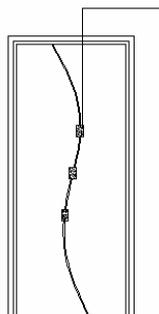
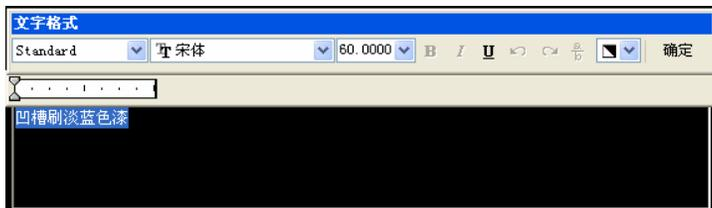
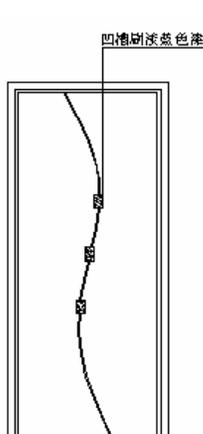

图 5-2-16
图 5-2-17
图 5-2-18
**STEP 01** 使用绘制多义线命令 PLINE 绘制出如图 5-2-16 所示的多义线。
**STEP 02** 单击绘图工具栏上的文字标注按钮 ，在如图 5-2-16 所示线段上方单击并拖出一个矩形框，立即弹出一个文本编辑对话框，并在光标闪烁处输入“凹槽刷淡蓝色漆”，如图 5-2-17 所示，单击“确定”按钮，该文字标注的结果如图 5-2-18 所示。